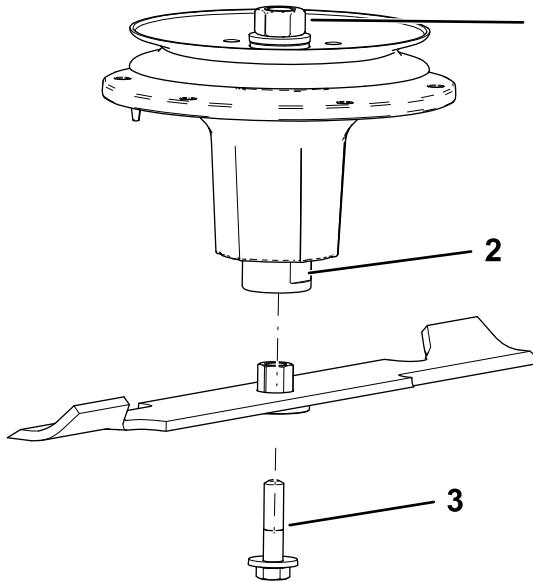

Figure 105
2. Installez l'ensemble douille et lame sur l'axe de pivot (Figure 105).